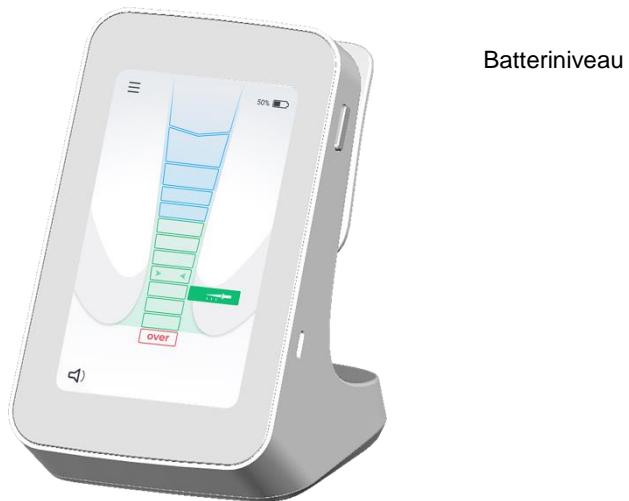

Fig. 1 Set forfra
3. Tilslut lade kablet til **X-Smart® Apex Locator** USB-C-stikket placeret på højre side af enheden. Se fig. 1